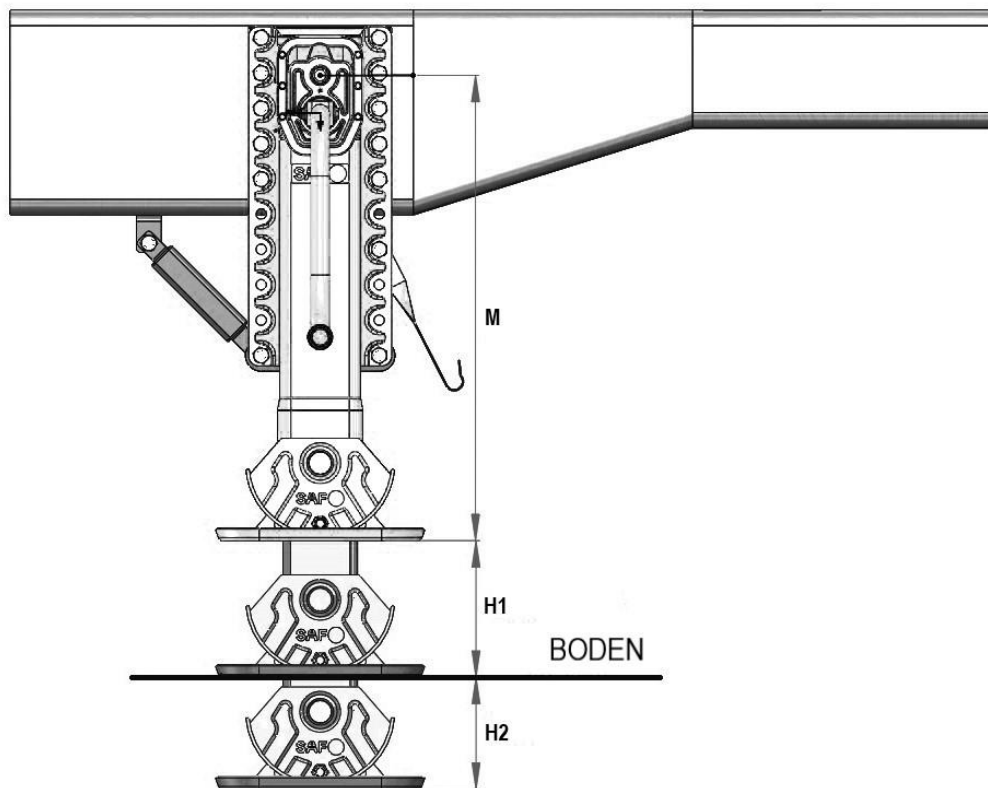

Bild 27
- die min. Bodenfreiheit liegt bei 250mm. Die Hubreserve der Sattelkupplung beachten. Siehe Bild 27.